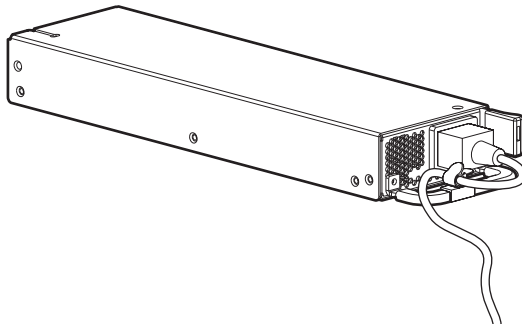

図 66. 張力緩和クリップへの電源コードの固定
3. 張力緩和クリップを使って、電源コードを固定します (図 66)。